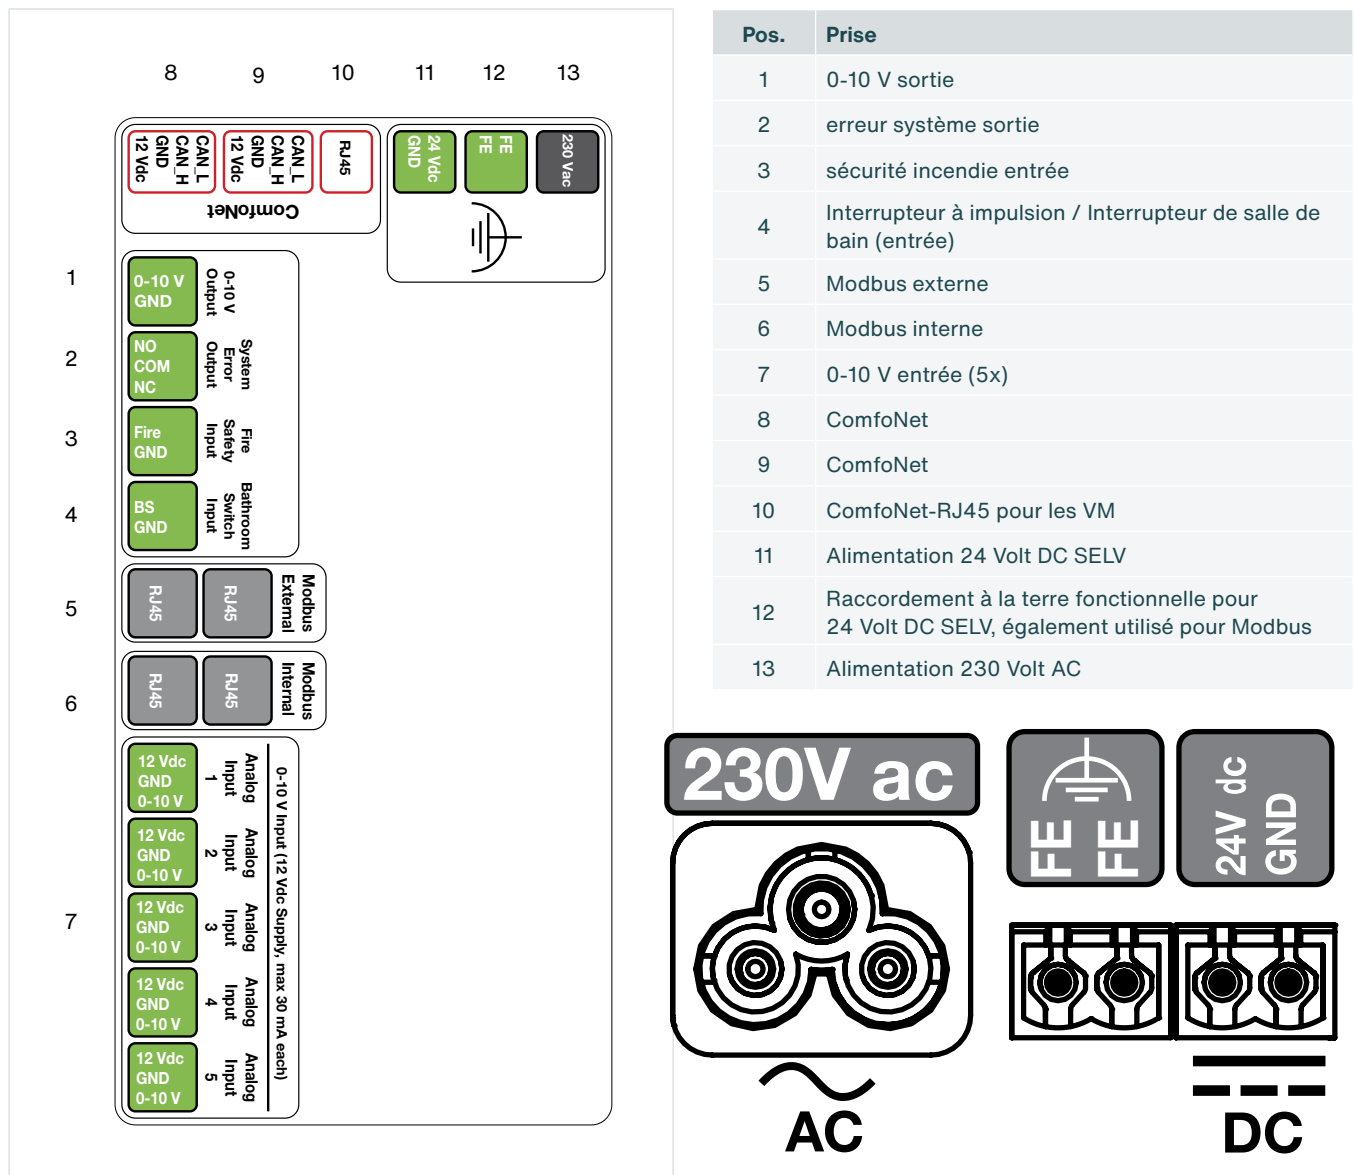
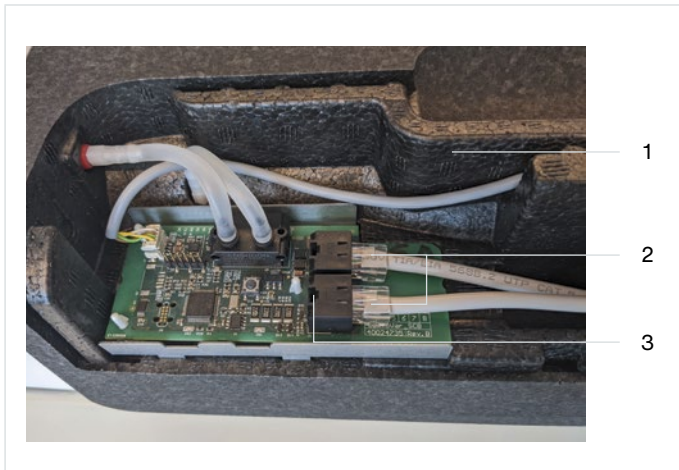
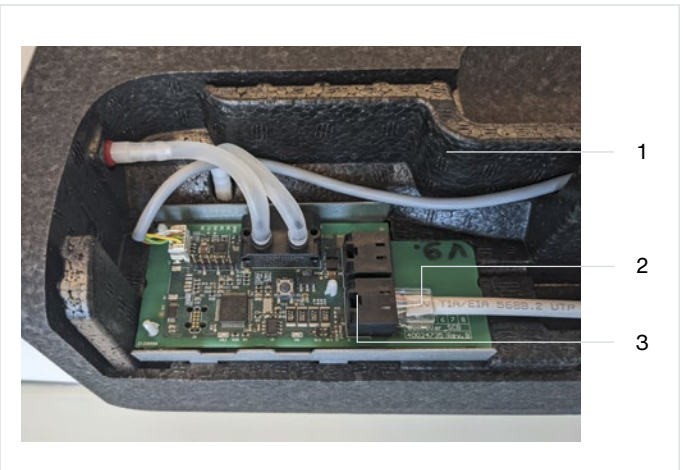

Fig. 5.8 – Prises CM
Fig. 5.9 – Prises RJ45 VM-PCB
Fig. 5.10 – Prises RJ45 VM-PCB
1. Fixez le connecteur d'un câble d'alimentation 230 V AC (Fig. 5.8, pos. 13) ou d'un câble d'alimentation 24 V DC SELV (Fig. 5.8, pos. 11).
2. Raccordez une extrémité du câble ComfoNet-RJ45 à la prise RJ45 (Fig. 5.8, pos. 10) de la CM. Raccordez l'autre extrémité de ce câble ComfoNet-RJ45 à une fiche ComfoNet-RJ45 (Fig. 5.10, pos. 3) du premier VM (Fig. 5.9, pos. 1).
3. Raccordez un deuxième câble ComfoNet-RJ45 à une prise ComfoNet-RJ45 libre (Fig. 5.10, pos. 3) du premier VM et à une prise ComfoNet-RJ45 libre (Fig. 5.10, pos. 3) du deuxième VM (Fig. 5.10, pos. 1).
2. Reliez le Modbus interne (Fig. 5.8, pos. 10) au Modbus interne (Fig. 5.8, pos. 10) de la CM suivante dans la série.
2. Reliez le Modbus interne (Fig. 5.8, pos. 10) au Modbus interne (Fig. 5.8, pos. 10) de la CM-connect suivante dans la série.